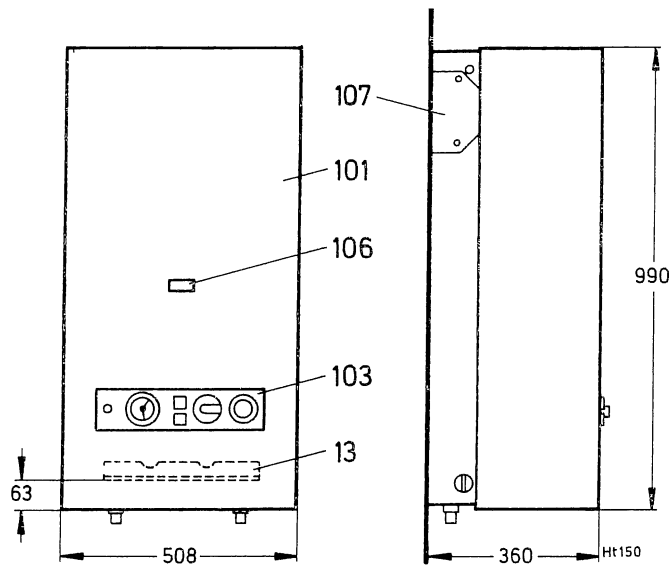

Fig. 1
1.1 Con piastra di allacciamento (fig. 1)